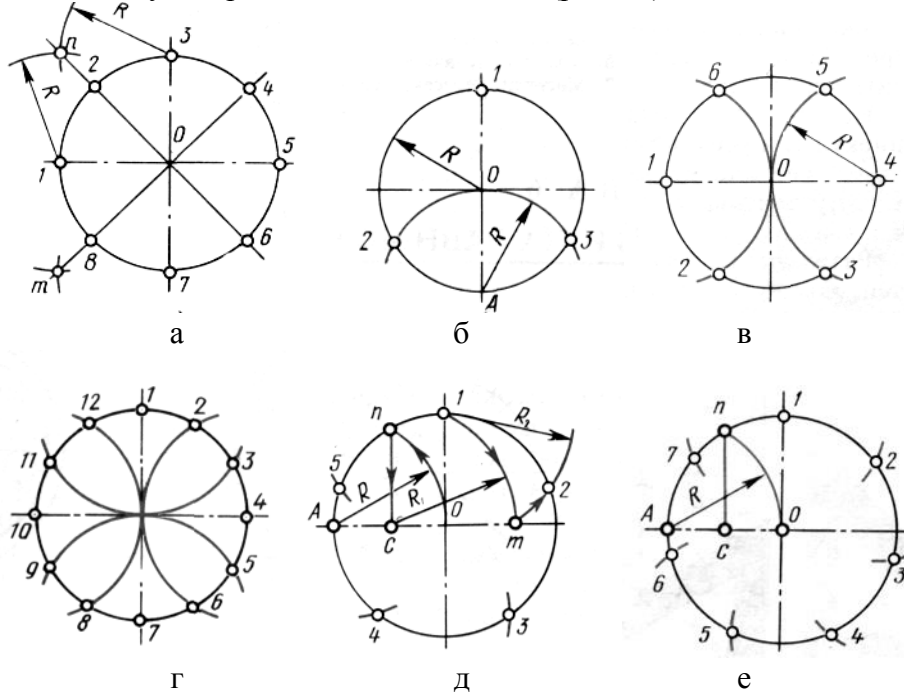

Рис.3. Деление окружностей на равные части
2) Далее делят прямой угол на 2 равные части (точки 2, 4, 6, 8) (рис.3 а).
1) Для нахождения точек, делящих окружность радиуса R на 3 равные части, достаточно из любой точки окружности, например точки $A(1)$, провести дугу радиусом R (т.2,3) (рис.3 б).
2) Описываем дуги R из точек 1 и 4 (рис.3 в).
3) Описываем дуги 4 раза из точек 1, 4, 7, 10 (рис.3 г).
1) Из точки A радиусом R проводят дугу, которая пересекает окружность в точке $п$. Из точки $п$ опускают перпендикуляр на горизонтальную осевую линию, получают точку C . Из точки C радиусом $R_1=C1$, проводят дугу, которая пересекает горизонтальную осевую линию в точке $м$. Из точки 1 радиусом $R_2=1m$, проводят дугу, пересекающую окружность в точке 2. Дуга $12=1/5$ длины окружности. Точки 3,4,5 находят, откладывая циркулем отрезки, равные $m1$ (рис.3 д).
2) Из точки A проводим вспомогательную дугу радиусом R , которая пересекает окружность в точке $п$. Из нее опускаем перпендикуляр на горизонтальную осевую линию. Из точки 1 радиусом $R=пс$, делают по окружности 7 засечек и получают 7 искомых точек (рис.3 е).